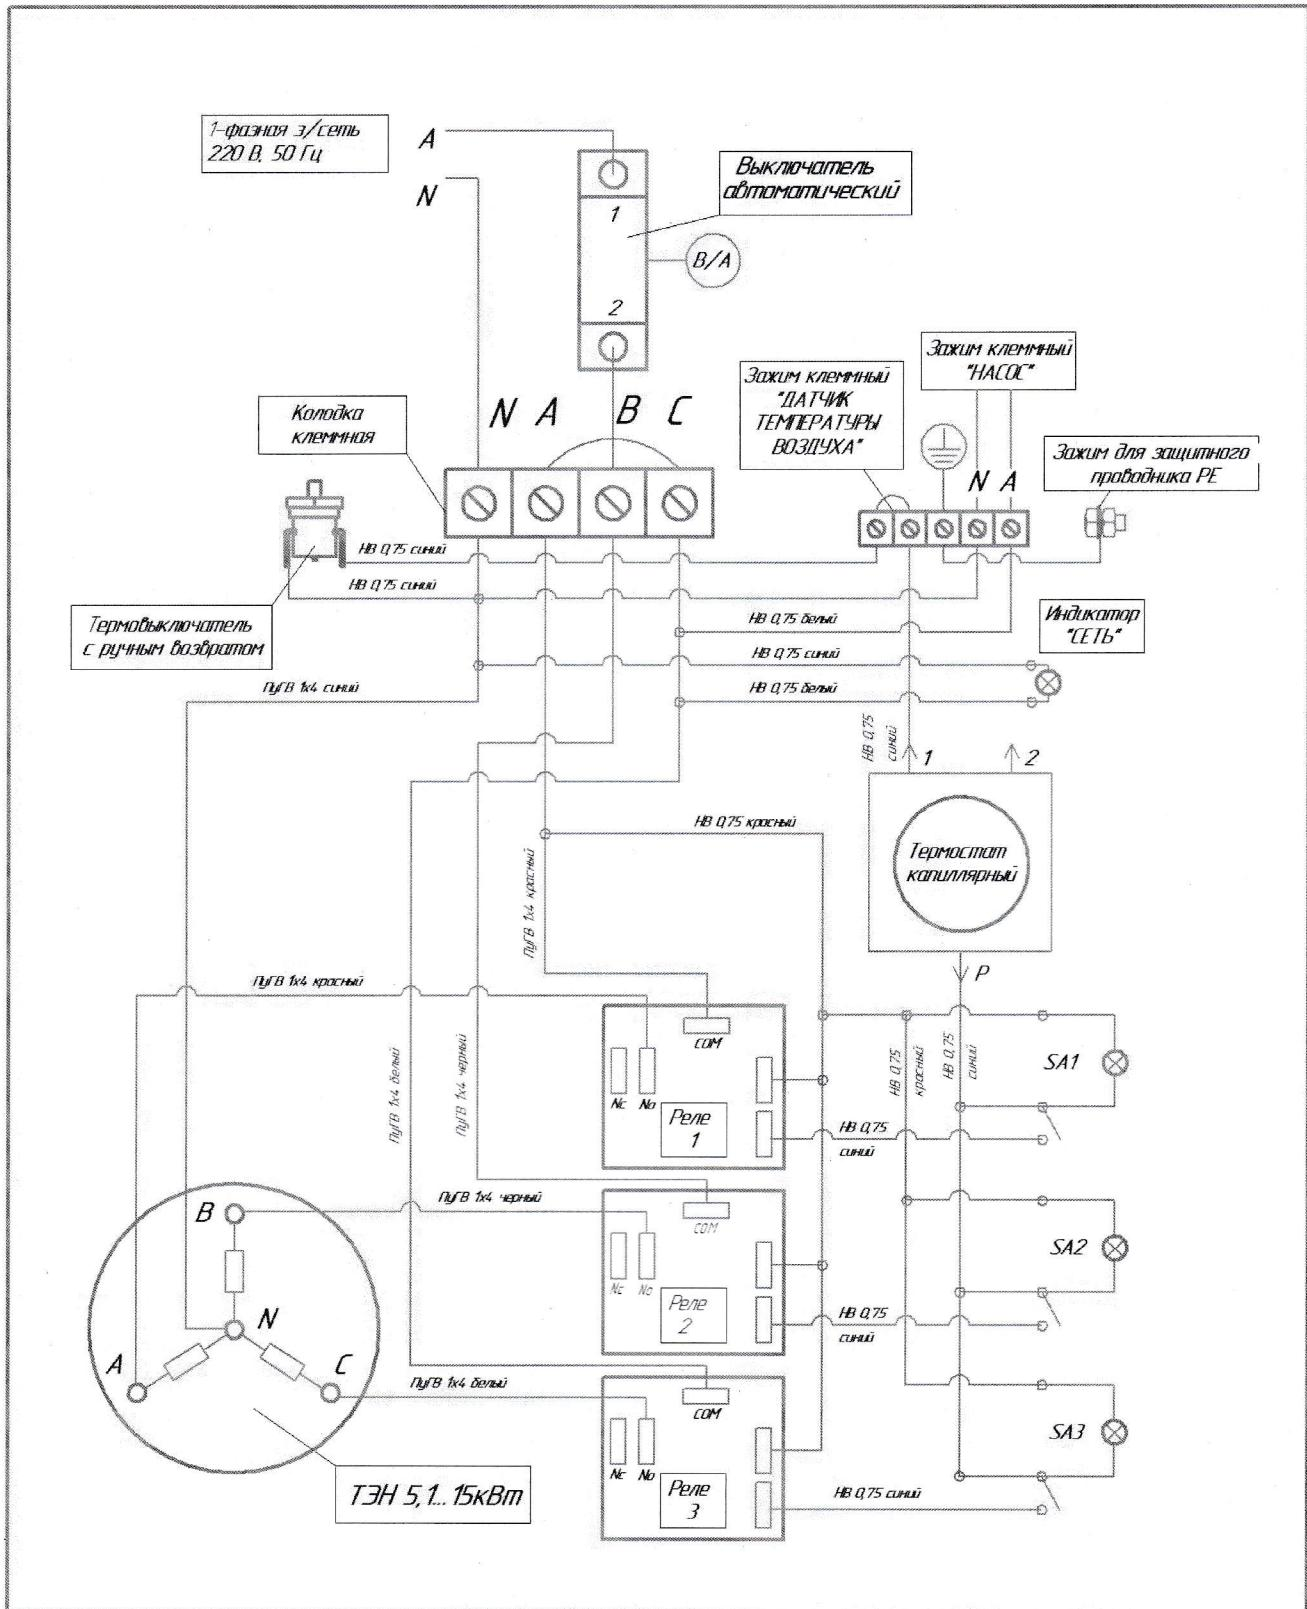
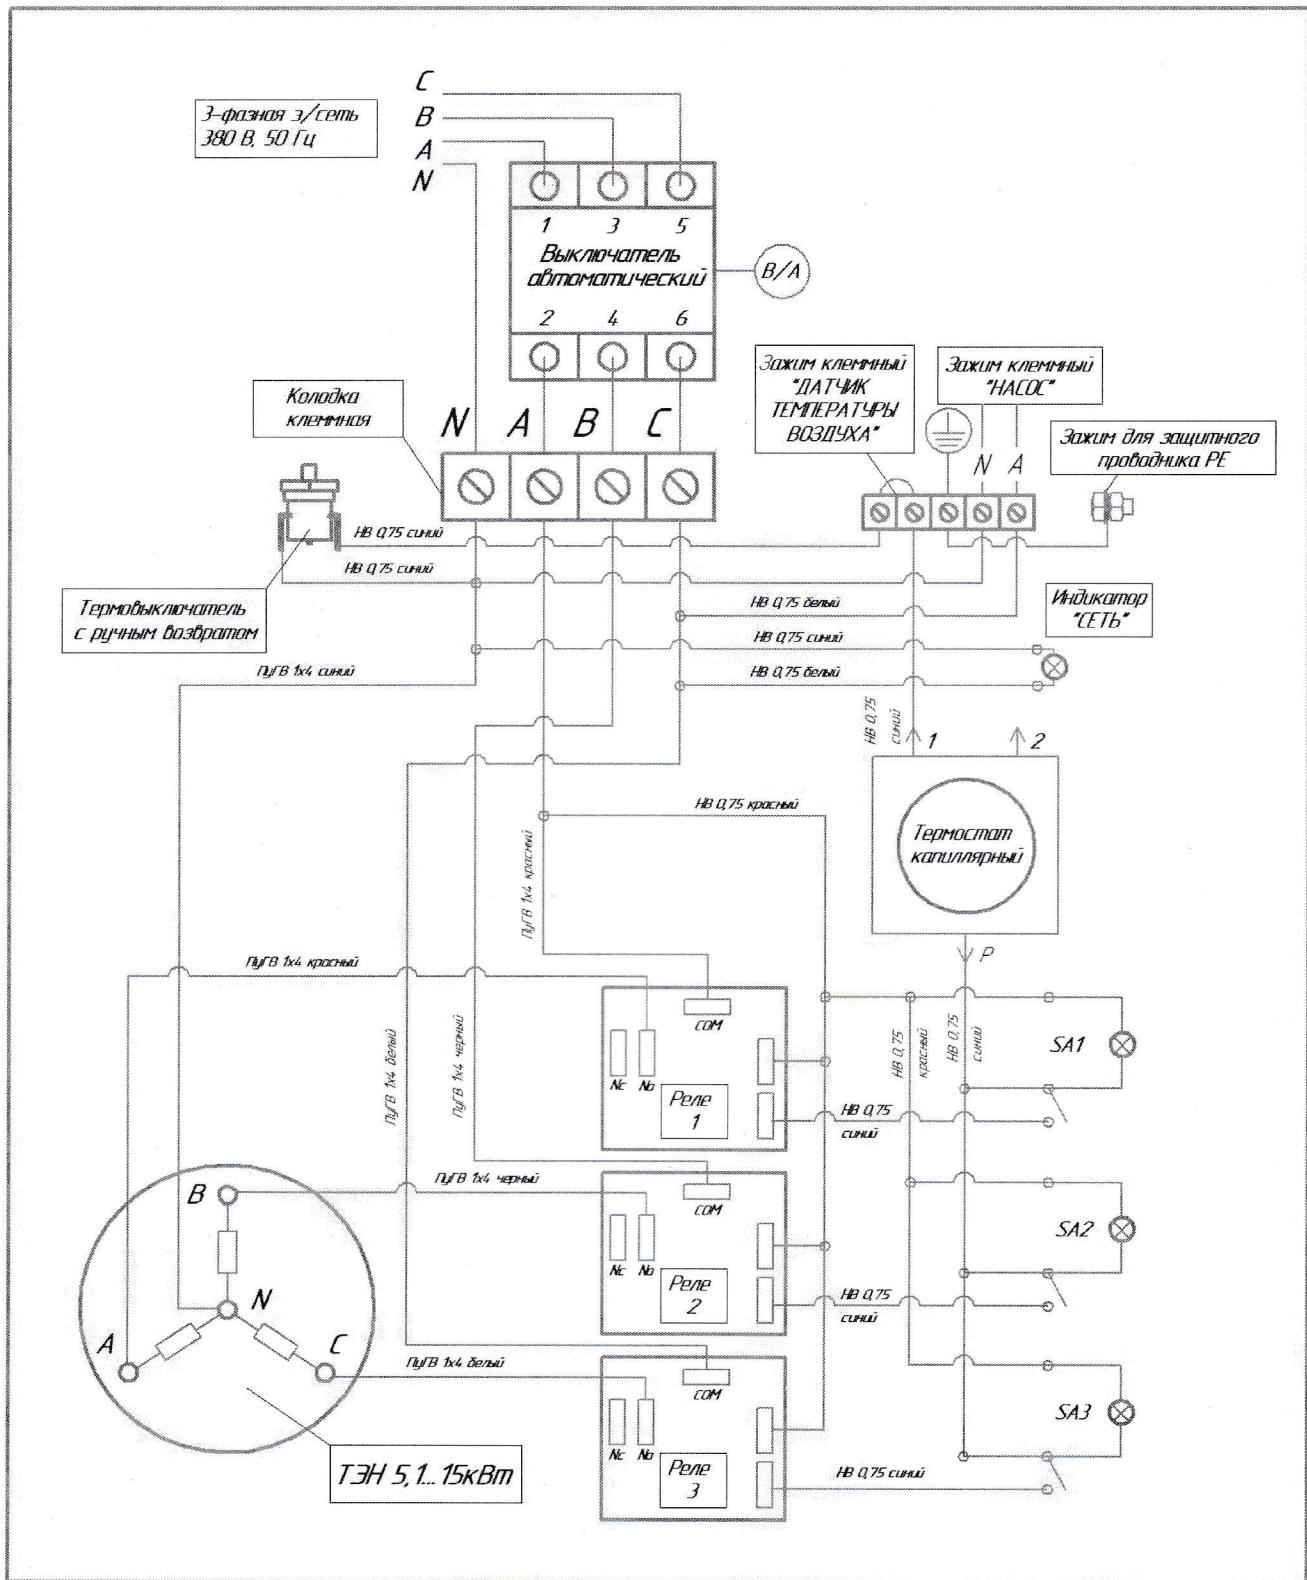

Рисунок 5
Рисунок 6
7.2.1 К приборам можно подключить датчик температуры (комнатный термостат). При подключении к зажиму "Датчик температуры воздуха" рис. 5 или рис.6 датчика температуры, схема управления прибора автоматически переключается на совместную работу с этим оборудованием, при условии, что все клавишные переключатели находятся в положении «I». Если выбран режим работы электроприбора с датчиком температуры следует помнить, что при размыкании контакта датчика прибор отключается.